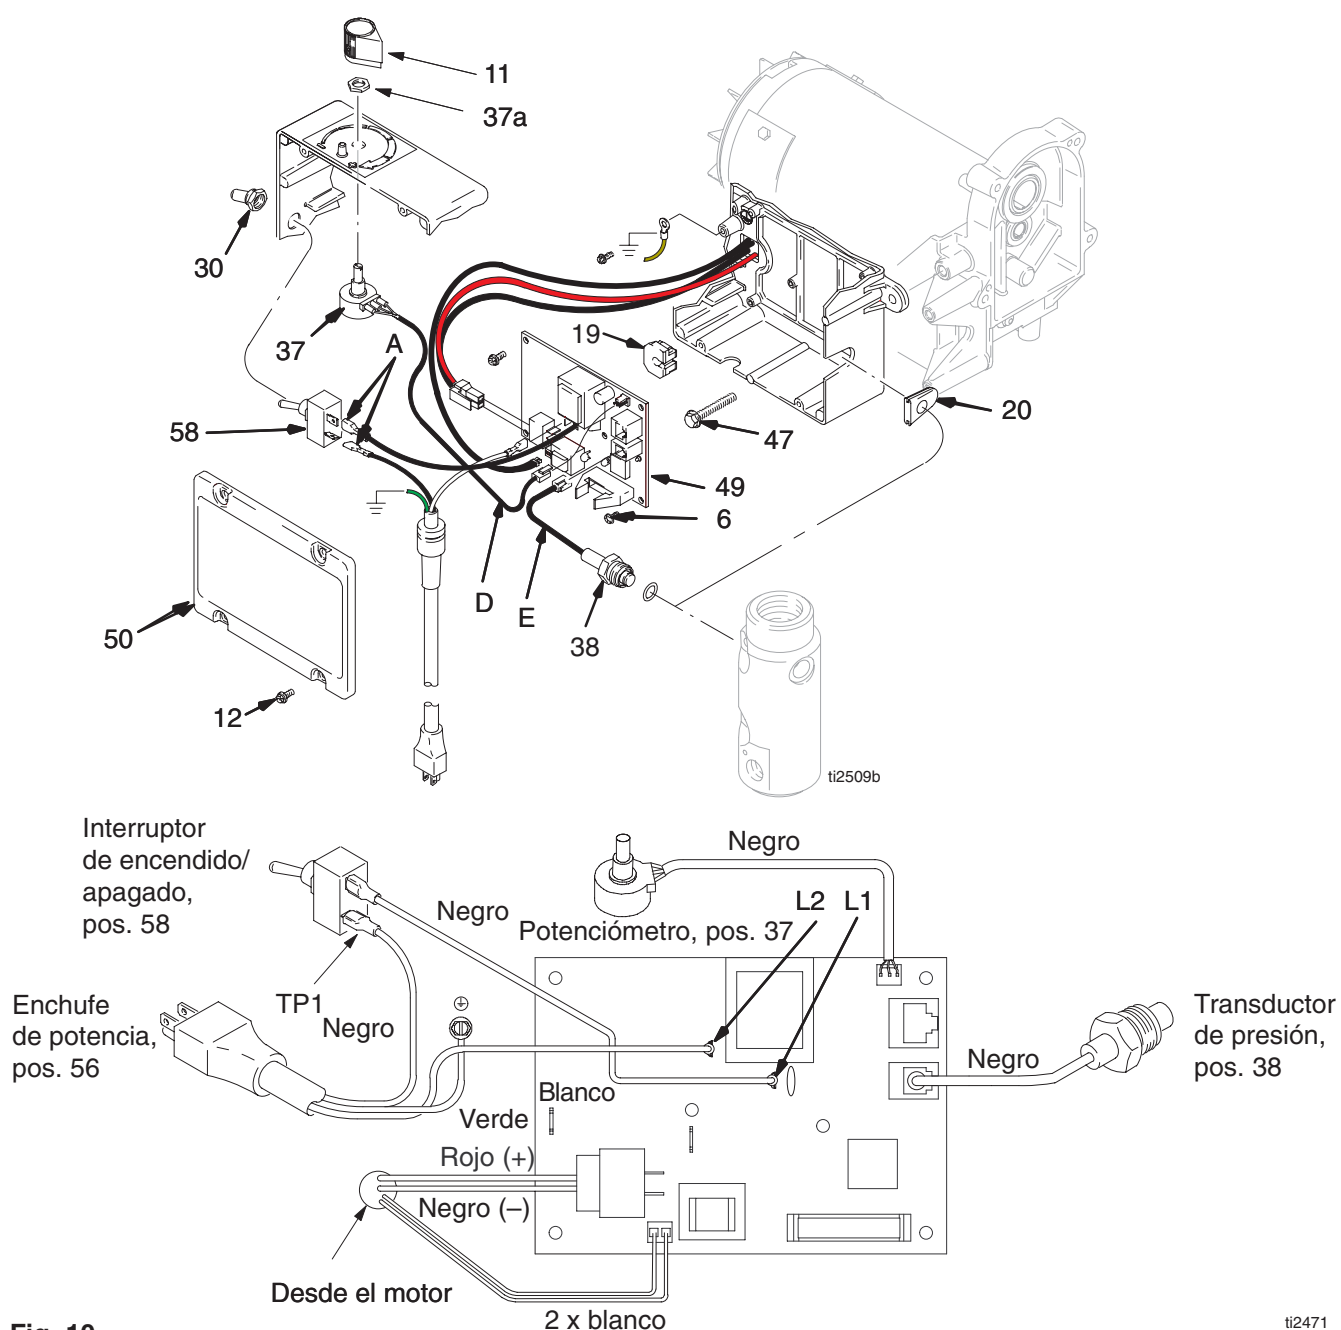
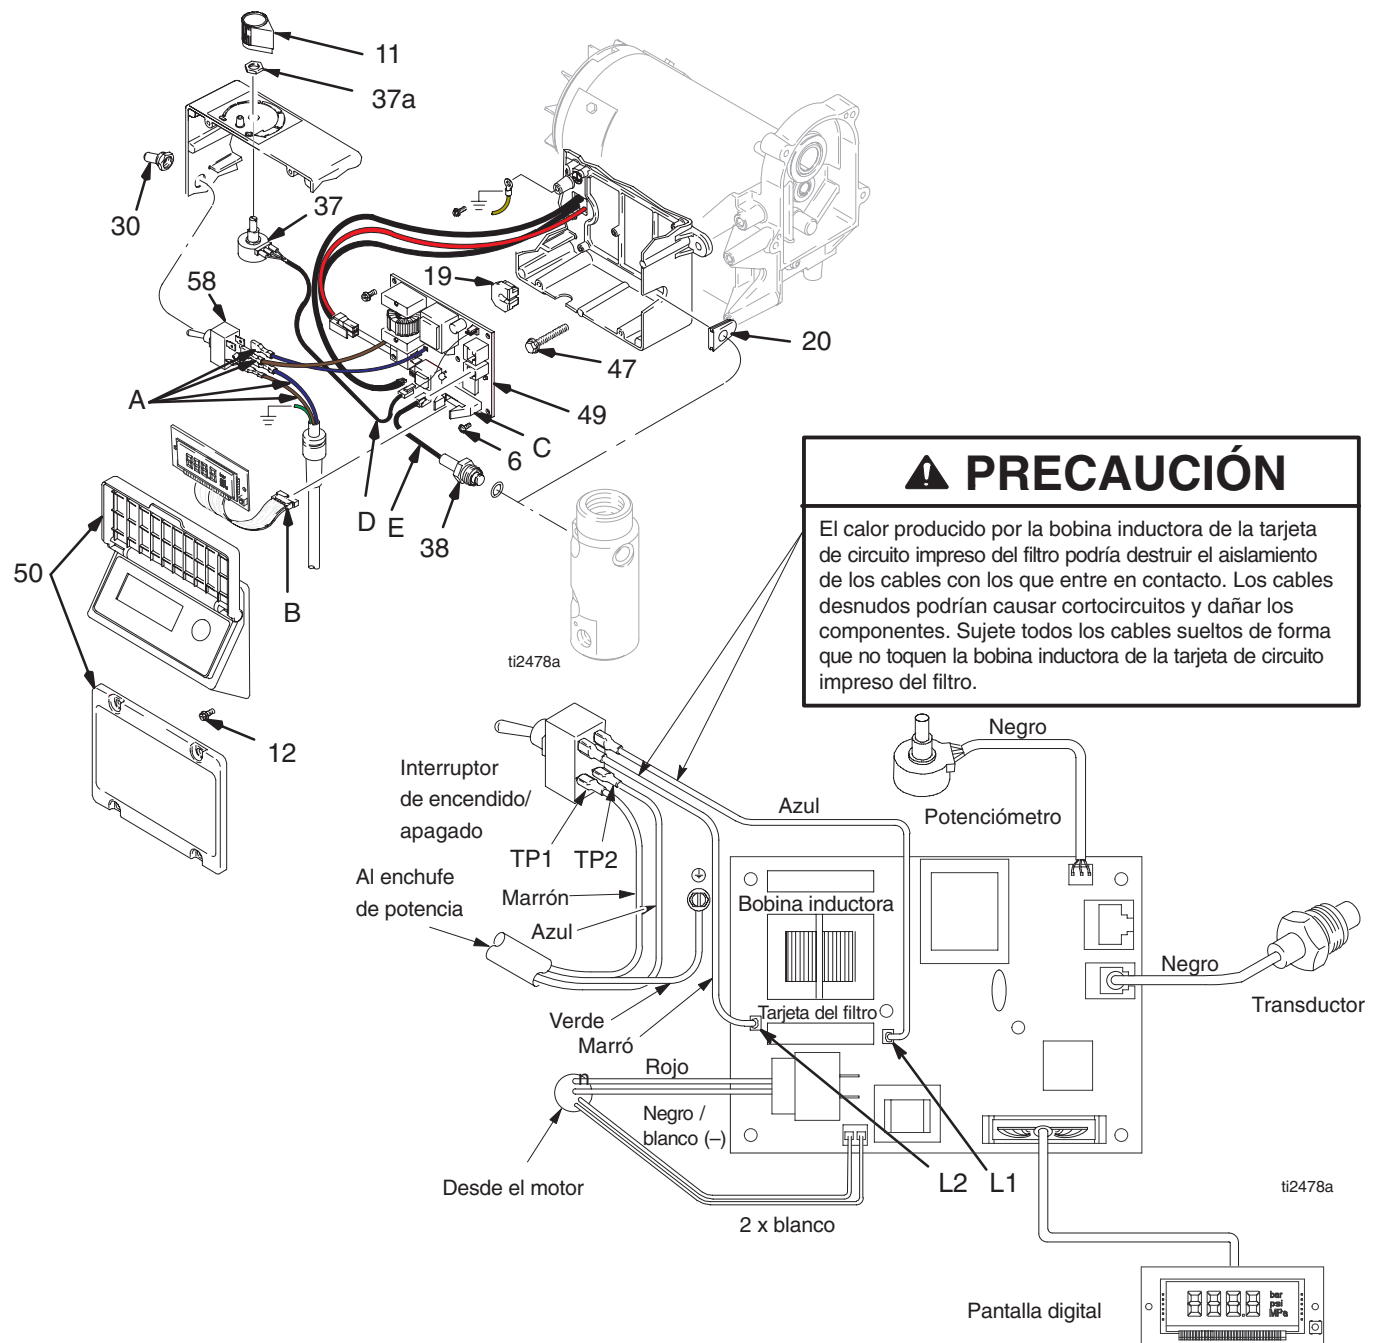

Fig. 10
Fig. 11
2. Fig. 10. Retire los cuatro tornillos (12) y la tapa del dispositivo de control de la presión (50).
3. Desconecte los dos cables (A) del interruptor de ENCENDIDO/APAGADO (58).
4. Retire la funda (30) y el anillo de bloqueo. Retire el interruptor de ENCENDIDO/APAGADO (58).
2. Fig. 11. Retire los cuatro tornillos (12) y la tapa del dispositivo de control de la presión (50).
3. Desenchufe el conector de la pantalla (B) del enchufe (C).
4. Desconecte los cuatro cables (A) del interruptor de ENCENDIDO/APAGADO (58).
5. Retire la funda (30) y el anillo de bloqueo. Retire el interruptor de ENCENDIDO/APAGADO (58).
Consulte la Fig. 10 ó 11, dependiendo de la tensión del pulverizador.
- Fig. 10. Instale la tarjeta de circuito impreso de control del motor (49) con los seis tornillos (6).
- Conecte todos los hilos conductores a la tarjeta de control del motor (49). Vea la Fig. 10 para los modelos de 100, 120 Vca y la Fig. 11 para los modelos de 110, 240 Vca.
- Sujete todos los cables sueltos de forma que no toquen la bobina inductora de la tarjeta de circuito impreso del filtro (no para los pulverizadores 120 Vca). Vea la **PRECAUCIÓN del Diagrama de cableado**, Fig. 11.
- Instale la cubierta (50) con los cuatro tornillos (12).
- Saque los cuatro tornillos (12) y la cubierta (50). Vea la Fig. 10.
1. Instale el potenciómetro de ajuste de presión (37), la tuerca (37a) y el mando del potenciómetro (11).
2. Instale la tarjeta de control (49) con los seis tornillos (6).
3. Conecte todos los hilos conductores a la tarjeta de control del motor (49). Vea la Fig. 10 para los modelos de 100, 120 Vca y la Fig. 11 para los modelos de 110, 240 Vca.
4. Instale la cubierta (50) con los cuatro tornillos (12).